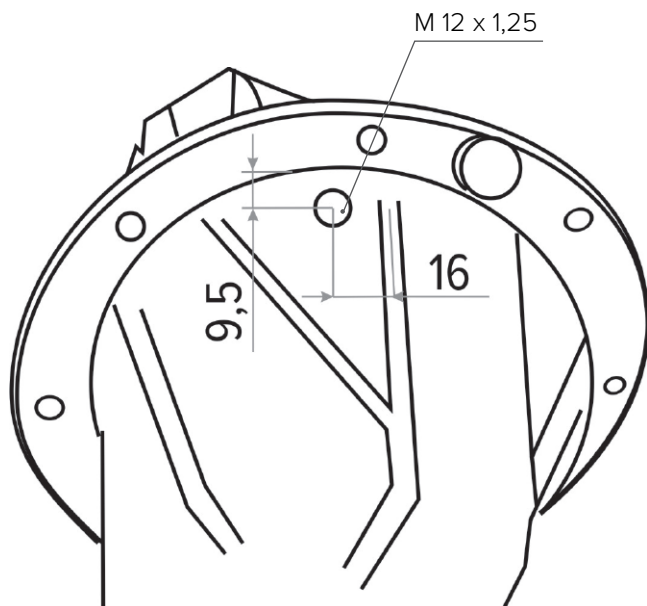

Рис. 2
1. Просверлите в картере моста сквозное отверстие сверлом  $\varnothing 10,7..10,8$  мм (см. раздел Инструменты) на расстоянии не менее 9,5 мм от края фланца и 16 мм от края технологического прилива (Рис. 2). Нарезьте резьбу метчиком М12х1,25 (см. раздел Инструменты).